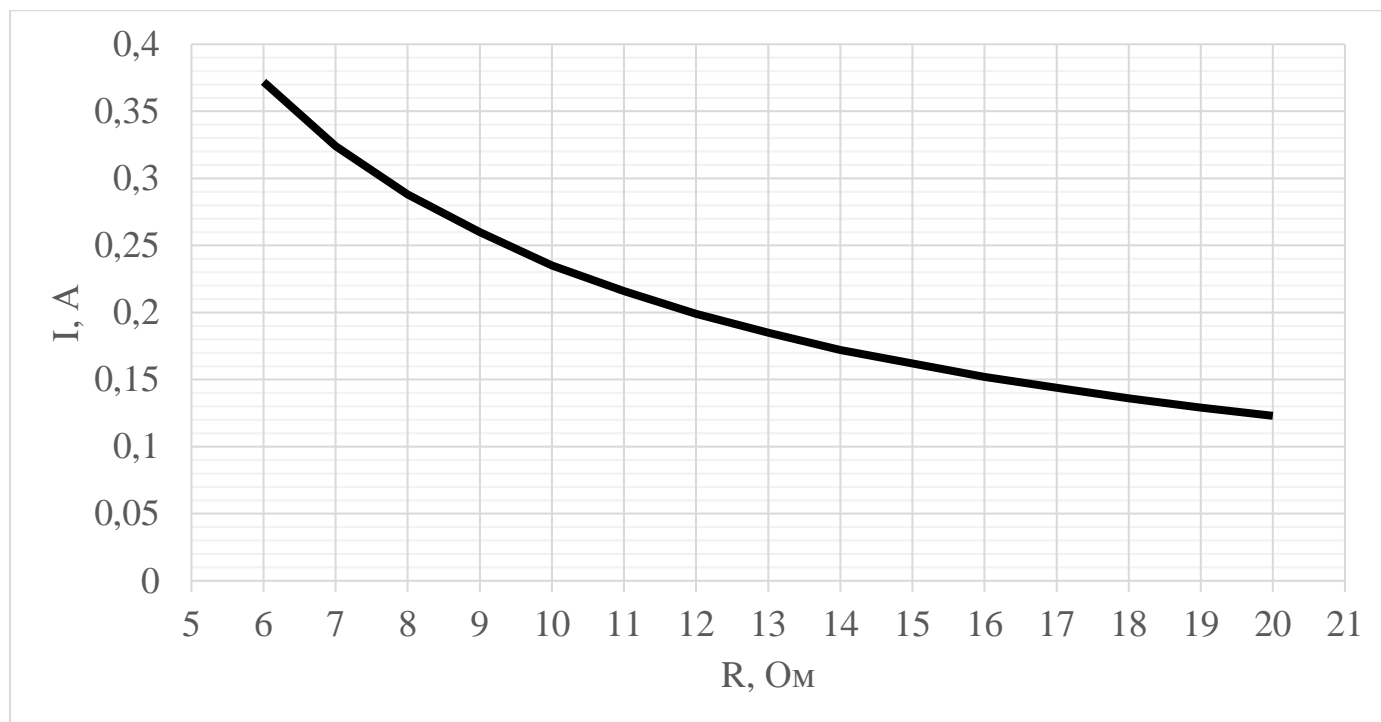

Рис. 2 – Зависимость среднего тока пускового импульса от времени для различных сопротивлений пусковой цепи
- 3.3 Сила тока в пусковом импульсе: определяется из графика на рис. 2 в зависимости от сопротивления пусковой цепи (реальные значения – не хуже указанных во всем диапазоне рабочих температур).